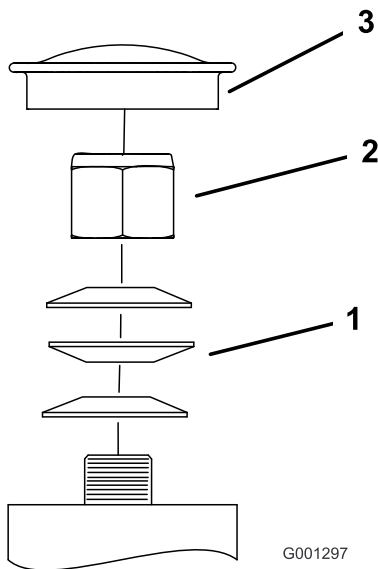

Figure 68
3. Retirez le couvre-moyeu de la roue pivotante et serrez le contre-écrou (**Figure 68**).
4. Continuez de serrer le contre-écrou jusqu'à ce que les rondelles élastiques soient aplaties, puis desserrez-le d'un quart de tour pour obtenir la précharge correcte des roulements (**Figure 68**).
Important: Veillez à placer les rondelles élastiques comme montré à la **Figure 68**.
5. Reposez le couvre-moyeu (**Figure 68**).